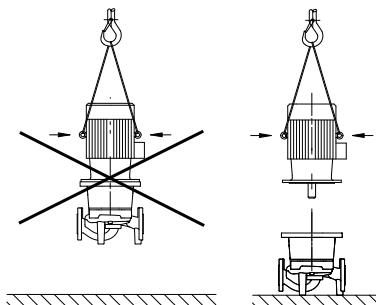

Fig. 20. Транспортування двигуна
- Підйомальні вушка на двигуні використовувати лише для підймання вантажу двигуна, а не всього насоса (Fig. 20).